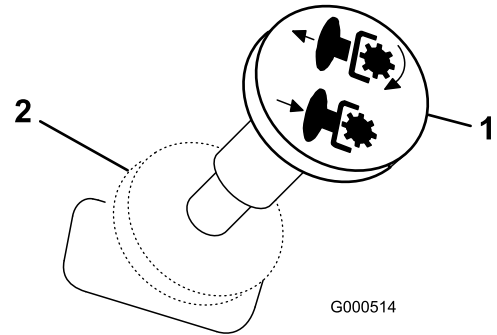

Figure 13
4. Tirez sur la commande de prise de force (PDF) pour l'engager (Figure 13).
Mettez la commande de PDF en position débrayée pour la désengager (Figure 13).